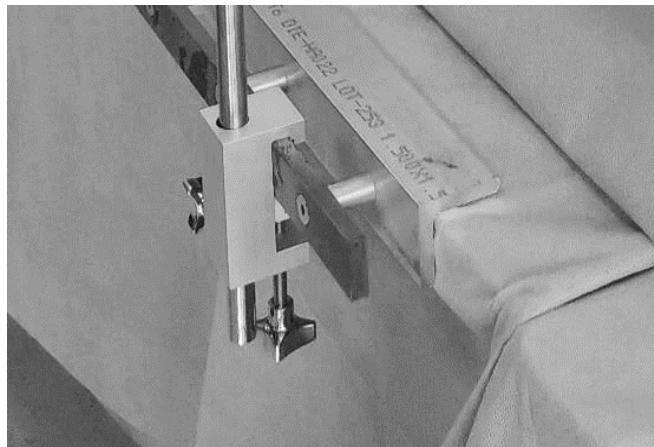

Рисунок 18. Зажим для стола, подсоединеный к направляющей стола лаборатории катетеризации (показан с установленной планкой)
94. Установите зажим для стола (нестерильный) в требуемое положение на направляющей стола лаборатории катетеризации (см. **рисунок 18**). Затяните ручку зажима. Зажим для стола является нестерильным. Примечание. Ручка затягивания зажима должна быть обращена вниз.
95. Выведите из стерильного поля конец длинной планки (находящийся с противоположной стороны от поперечной планки), передайте его дежурной медсестре и вставьте в зажим для стола приблизительно до уровня нижней поверхности зажима (см **рисунок 18**).